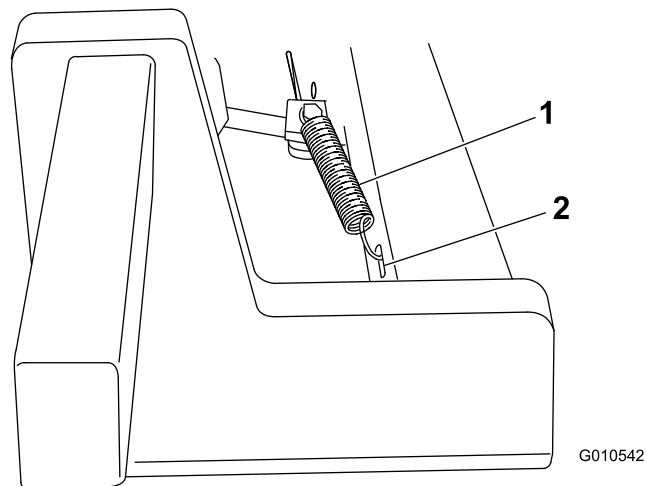

図 8
1. ブレーキストラットとヨークをつないでいるクレビスピンからコッターピンを抜き取る 図 8。